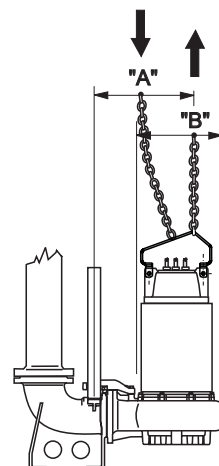

Рис. 2
1.5. - Если необходимо снять электронасос со своего места, прежде всего отсоедините электрические кабели от панели управления и поднимите его, как указано на стр. 129 (рис. 2). Очистите электронасос снаружи и внутри струей чистой воды от возможных остатков перекачиваемой жидкости, используя защитные очки, резиновые перчатки, маску и непромокаемый фартук.